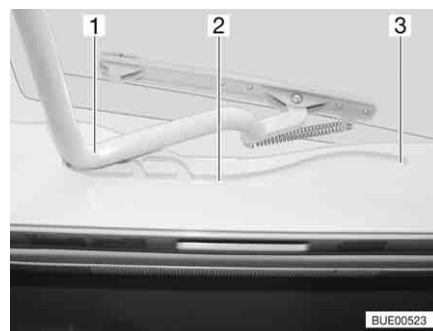

Fig. 58 Oblò Heki, guida
- Tirare la staffa (Fig. 58,1) nelle guide (Fig. 58,2) fino alla posizione più all'indietro (Fig. 58,3).
- Spingere la staffa (Fig. 58,1) leggermente verso l'alto con ambedue le mani.
- Tirare la staffa nelle guide (Fig. 58,2) fino alla posizione desiderata.